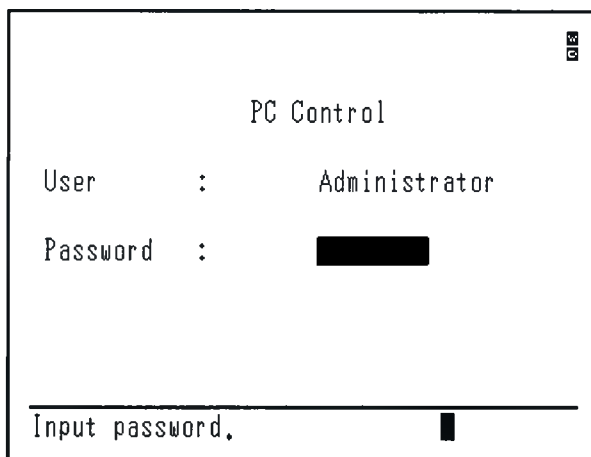

Рис. 17.7 Экран выхода из режима управления с помощью компьютера (когда включён режим безопасности)
При попытке выйти из режима управления с помощью компьютера, запрашивается пароль пользователя, если система безопасности включена.(ON) (рис. 17.7) ( "15.2 Функции безопасности"). Если система включена (ON),никто кроме самого пользователя не сможет переключить прибор на прямое управление без разрешения пользователя. Эта функция предотвращает от изменения состояния системы такого, как, например, коррекция нулевой линии без соответствующей записи  "А.1.2 Общий экран"), которая осуществляется с помощью программы UVProbe (стандартная принадлежность).